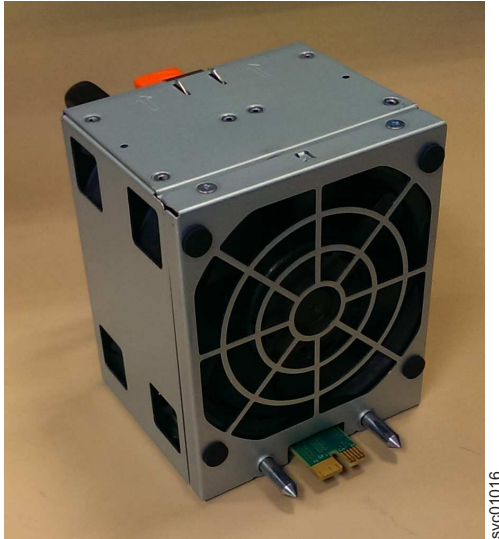

Figure 101. Orientation du module de ventilation
1. Maintenez le module de ventilation avec la patte de déverrouillage sur le dessus et la broche du connecteur sur le bas, comme indiqué dans la figure 101.